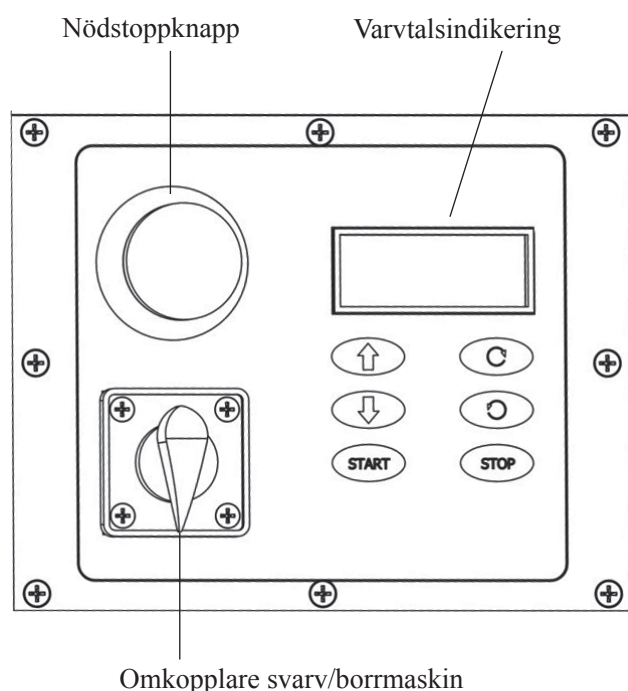

Bild 6: Reglage för testkörning
3. Bekanta dig med svarvens reglage (se bild 6). Försäkra dig om att Stopp-knappen är intryckt innan du fortsätter.
Bekanta dig med maskinens olika reglage och komponenter (se bild 6).